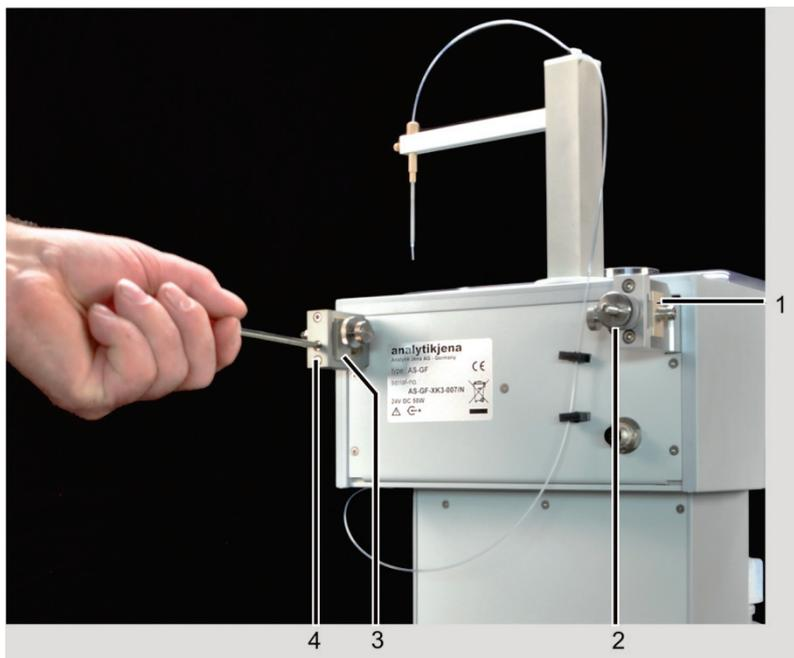

Fig. 39 AS-GF con tornillos para la alineación del horno
6. Si es necesario, alinear el AS-GF con el horno (ajuste aproximado): girar el brazo del automuestreador manualmente sobre el orificio de dosificación en el tubo de grafito. Si la manguera de dosificación no coincide con el orificio, desplazar la suspensión del automuestreador hacia delante/hacia detrás (dirección Y). Para ello, retirar el automuestreador del compartimento de muestras. Desplazar la suspensión izquierda y derecha con ayuda del tornillo de ajuste 1 y el tornillo de regulación (2, 4 en Fig. 39). Utilizar un destornillador para el ajuste del tornillo de ajuste. Volver a colgar el automuestreador y comprobar el ajuste aproximado. Repetir el procedimiento, si es necesario.